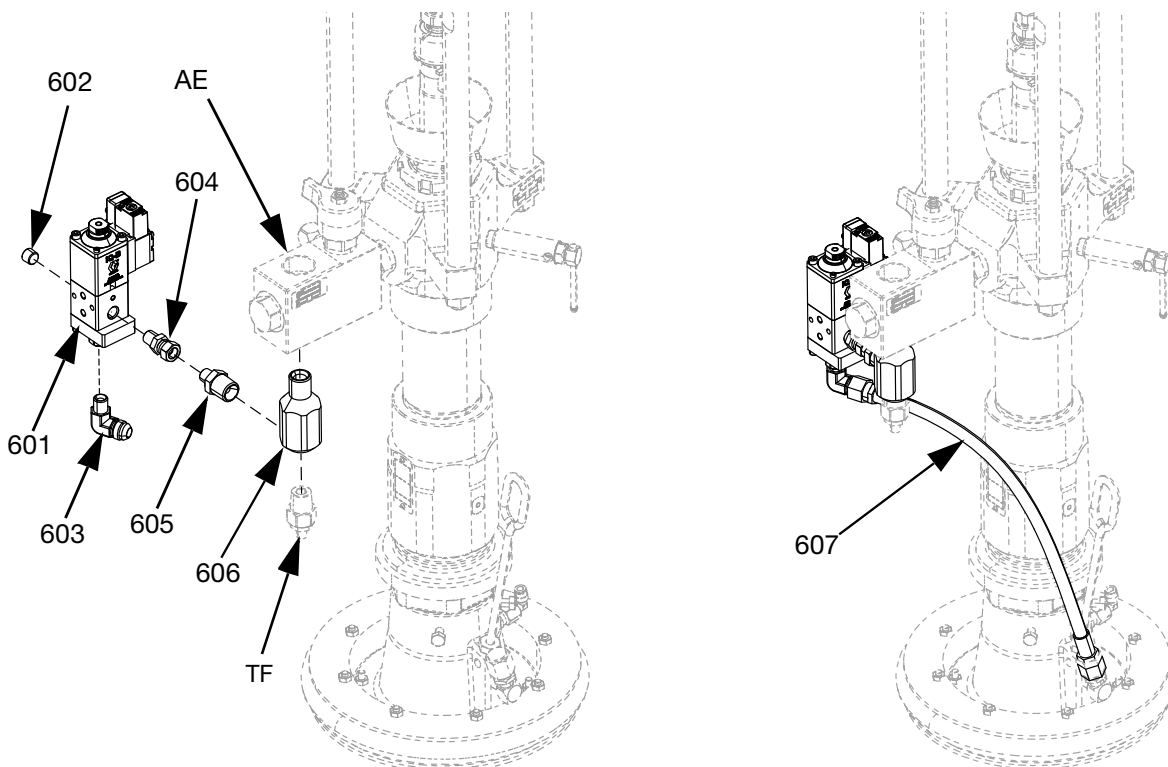
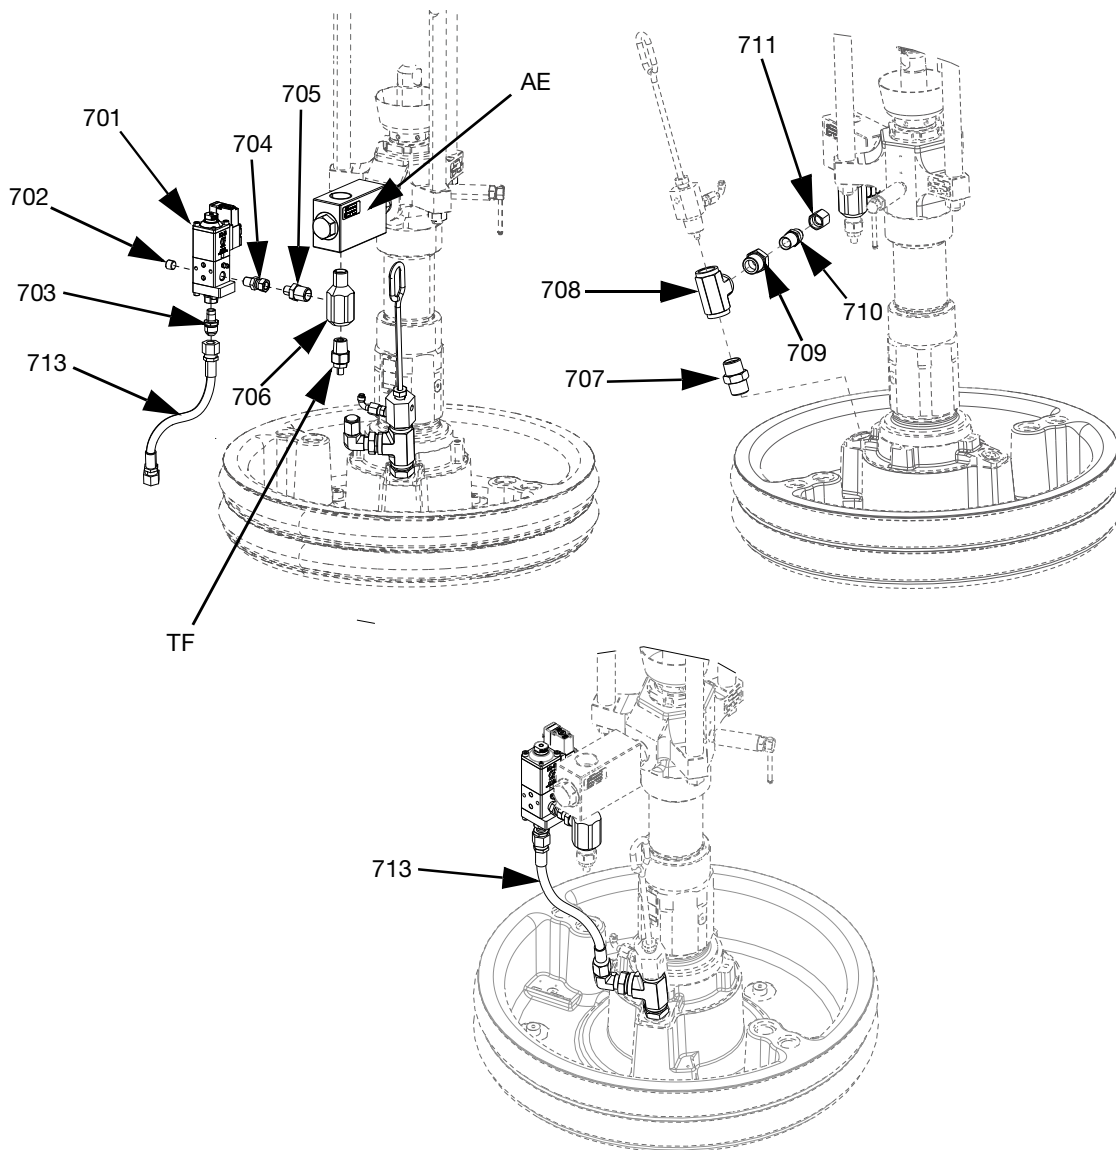

图 69: 压盘阀配件包, 25R452
图 73: 压盘阀套件, 25R453
2. 从电动驱动器 (AB) 的端口 5 上断开压力传感器。
3. 从流体单向阀 (AE) 卸下压力传感器接头 (TF) 及其连接的接头。
4. 使用胶带将 1/2 NPT 三通接头 (606) 安装到流体单向阀 (AE) 中, 然后将压力传感器接头 (TF) 重新安装在 1/2 NPT 三通接头 (606) 的底部。
5. 使用胶带将 1/4 NPT x 1/2 NPT 适配器 (605) 安装到 1/2 NPT T 型接头 (606) 中。参见图 69。
6. 使用旋转接头 (604) 将压盘阀 (601) 安装到 1/4 NPT 接头 (606) 上, 然后拧紧。
7. 将循环软管 (607) 安装到压盘阀 (601) 上并拧紧。
8. 将压力传感器重新连接到电动驱动器 (AB) 的端口 5 上。
4. 使用胶带将 1/2 NPT 三通接头 (706) 安装到流体单向阀 (AE) 中，然后将压力传感器接头 (TF) 重新安装在 1/2 NPT 三通接头 (706) 的底部。
5. 使用胶带将 1/4 NPT x 1/2 NPT 适配器 (705) 安装到 1/2 NPT T 型接头 (706) 中。参见图 69。
6. 使用旋转接头 (704) 将压盘阀 (701) 安装到 1/4 NPT 接头 (706) 上，然后拧紧。
7. 将循环软管 (713) 安装到压盘阀 (701) 上并拧紧。
9. 卸下泄压杆 (EF) 和泄压端口 (EG)，然后安装接头 (707, 708, 709, 710, 711) 参见图 73。
**注释：** 在将材料装入压盘阀 (701) 之前，请勿将循环软管 (713) 安装到压盘阀接头 (703) 上。有关将材料加载到压盘和压盘阀中的说明，参见 E-Flo iQ 操作手册。
10. 从电动驱动器 (AB) 的端口 3 上拔下现有的 M12 连接器。
11. 将线束 (714) 连接到电动驱动器 (AB) 的端口 3。
12. 线束 (714) 配有 M8 连接器和 M12 连接器。将最初连接到电动驱动器 (AB) 上端口 3 的 M12 连接器连接至线束 (714) 上的 M12 连接器。将 M8 4 针连接器连接到压盘阀 (701) 上的电磁阀。